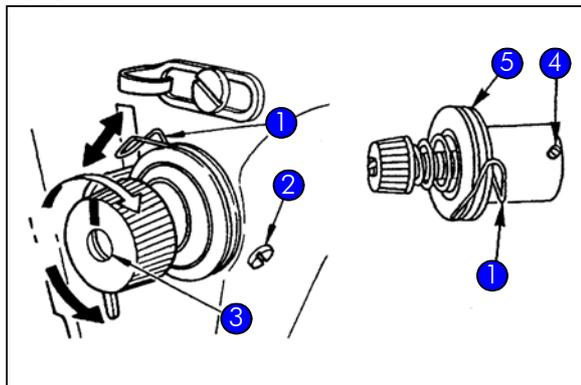

Figure 28 Réglage de la tension du ressort de traction du fil
Régler la tension du ressort de traction du fil ① comme suit (Figure 28):
- ▶ Dévisser la vis de sécurité ②.
- ▶ Enlever l'unité de réglage complète ⑤ de la machine.
- ▶ Dévisser la vis de sécurité ④.
- ▶ Poser un tournevis dans la fente du bouton moleté ③.
Régler la course du ressort de traction du fil ① comme suit (Figure 28):
- ▶ Tourner le bouton de réglage ③ (à gauche = course plus petite, à droite = course plus grande).